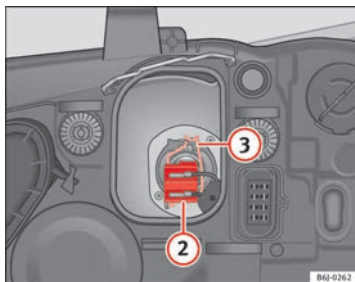

Fig. 157 Anabbaglianti
- Estrarre il connettore ⇒ fig. 157 ② della lampada.
- Sganciare la molla di ritegno ⇒ fig. 157 ③ premendo verso l'interno e a destra.